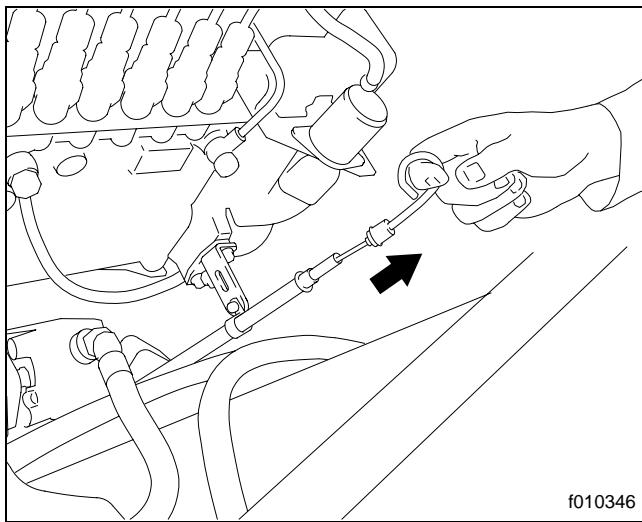

Figura 9.7, Revisión del nivel de aceite del motor
15. Revise el nivel del aceite lubricante del motor (**Figura 9.7**).